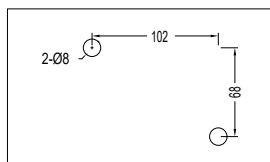

Fig. 17
3. Make marks on the wall and then drill holes on the marks (Fig. 17).
3. Faites des marquages sur le mur puis percez des trous (Fig. 17).